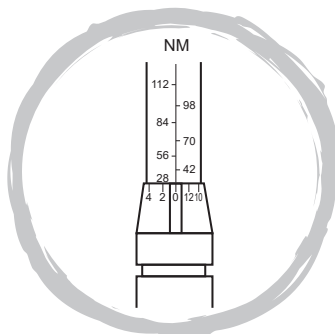

Fig. 1
- Tourner la poignée moletée jusqu'à ce qu'une graduation zéro sur le bord biseauté vienne s'aligner sur le repère vertical situé sur le bras, au même niveau que la valeur inférieure la plus proche du réglage requis (Fig. 1).